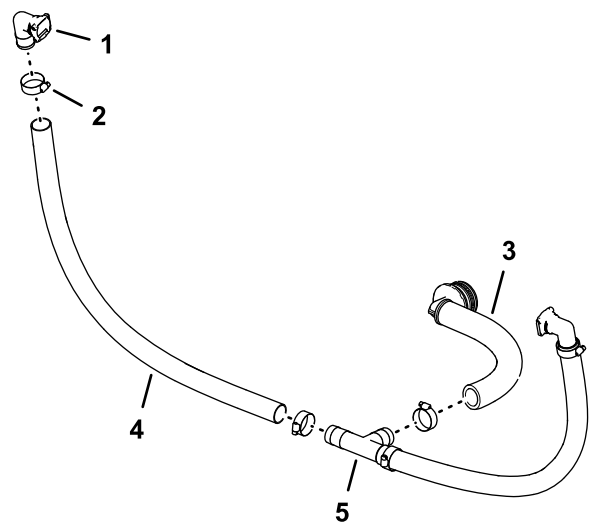

Figura 92
- Conecte el extremo libre de la manguera al acoplamiento en T, según se muestra en Figura 92, y sujete la manguera al acoplamiento con una abrazadera.
- Conecte el acoplamiento dentado de 90° y la manguera al acoplamiento en T, y sujete la manguera al acoplamiento con una abrazadera (Figura 92).
- Conecte el acoplamiento rápido de 90° (hembra - 1") a la manguera (1" x 26"), y sujete la manguera al acoplamiento con una abrazadera, como se muestra en la Figura 92.